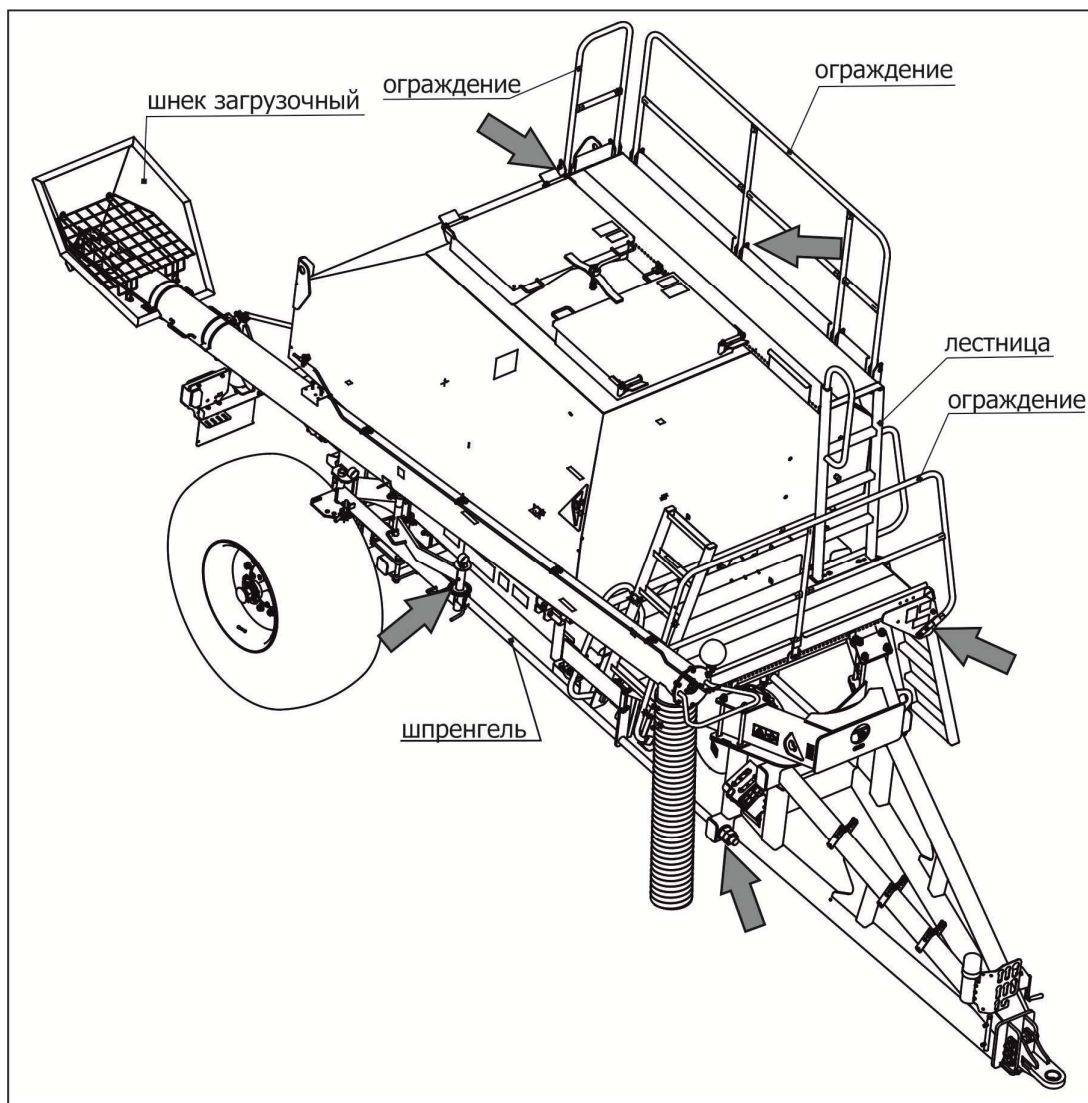

Рисунок 5.4 – Досборка бункера
- 8) установить лестницы, ограждения (рисунок 5.4);
- 8) установить шнек загрузочный (рисунок 5.4);